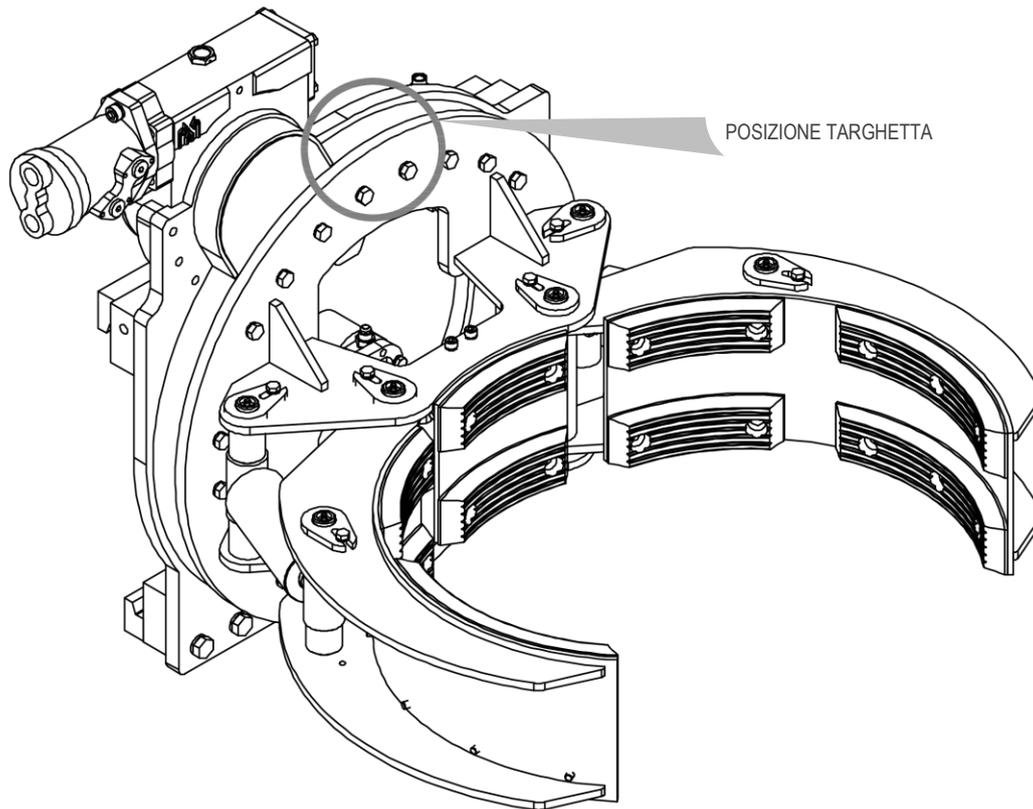

Figura 1
Tutte le attrezzature A.T.I.B. – “PINZA ROTANTE 360° PER UN FUSTO TIPO 636” vengono identificate mediante targhetta adesiva (vedi *Tabella 1*) posizionata sull’attrezzatura (la posizione della targhetta identificativa può variare in funzione dell’attrezzatura, vedi *Figura 1*). Fare sempre riferimento al numero di matricola.
5. Per la movimentazione utilizzare cinghie o catene opportunamente dimensionate rispetto al peso dell'attrezzatura indicato in targhetta (vedi *Figura 1* e *Tabella 1* a pag.6).
10. Collegare il circuito idraulico, assicurandosi che la pressione di esercizio delle tubazioni sia superiore o uguale a quella indicata sulla targhetta di identificazione (vedi *Figura 1* e *Tabella 1* a pag.6).
6. Per la movimentazione utilizzare cinghie o catene opportunamente dimensionate rispetto al peso dell'attrezzatura indicato in targhetta (vedi *Figura 1* e *Tabella 1* a pag.6).